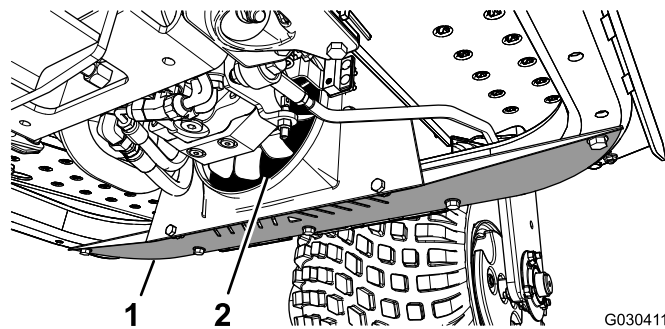

Рисунок 45
1. Снимите нижний щиток (Рисунок 45).
2. Используя патрубок, продуйте сжатым воздухом пространства между лопастями вентилятора (Рисунок 45), чтобы выдуть загрязнения с той стороны, откуда они были занесены.